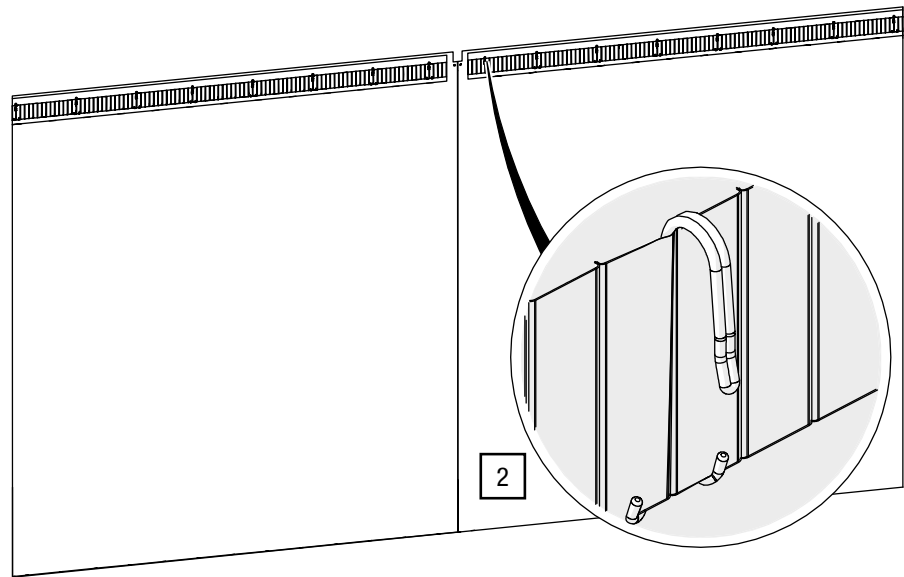

Abb. 79: Außenlagen – Haken in Faltenband positionieren
2. Kontrollieren Sie den korrekten Sitz (vergleiche Abb. 79).